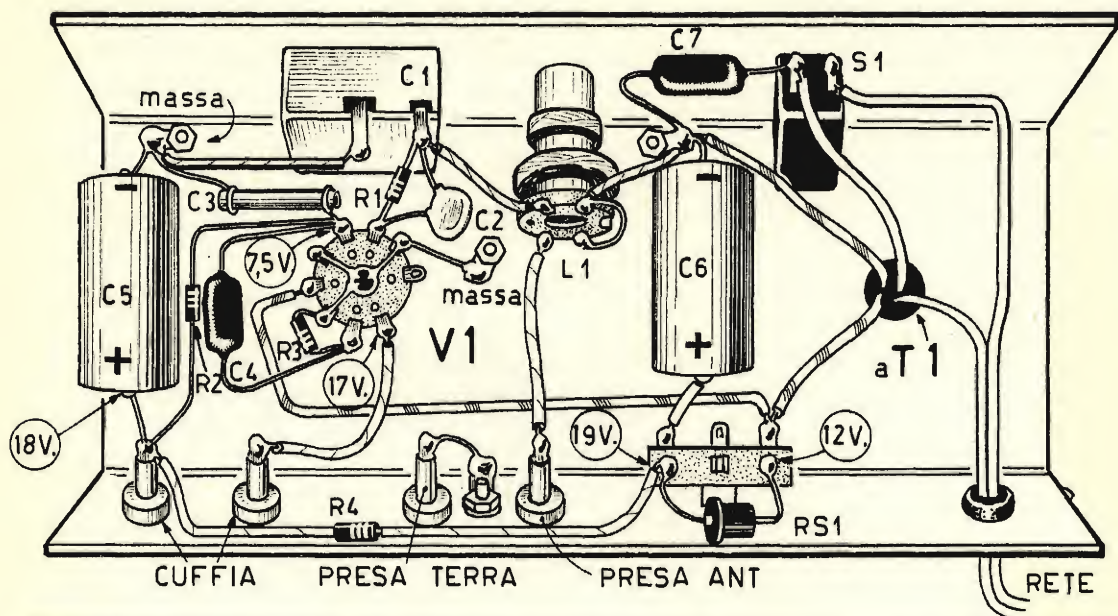

Fig. 4 - Piano di cablaggio del ricevitore monovalvolare eseguito su telaio metallico.
**Fig. 4 - Il montaggio dello « squalch » si effettua su una basetta isolante da applicarsi, mediante distanziatori a colonnina, allo stesso telaio del ricevitore radio.**
Il montaggio dello « squelch » viene effettuato, ovviamente, sullo stesso telaio del ricevitore radio cui esso va accoppiato. Nelle figure 4 e 5 è rappresentato il piano di cablaggio dello « squelch ».